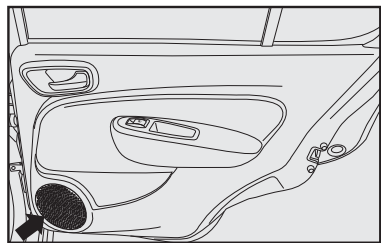

fig. 109
- dois alto-falantes full-range traseiros de 5" com 20 W RMS de potência cada **fig. 109**.